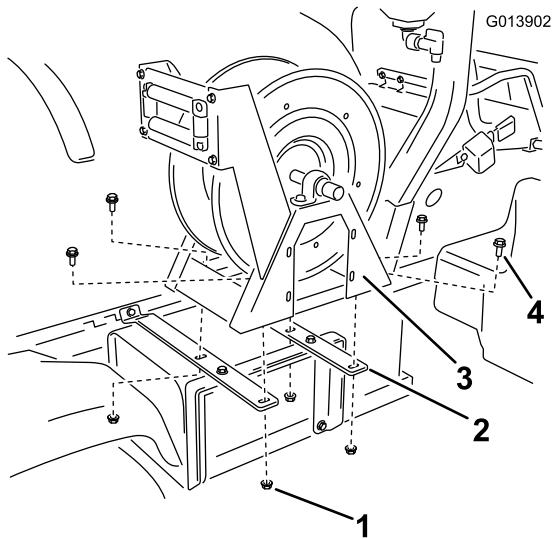

Figure 10
- Fixez le dévidoir aux barrettes de maintien (Figure 10) à l'aide de 4 boulons à embase (3/8 x 1 pouce) et de 4 écrous à embase (3/8 pouce).